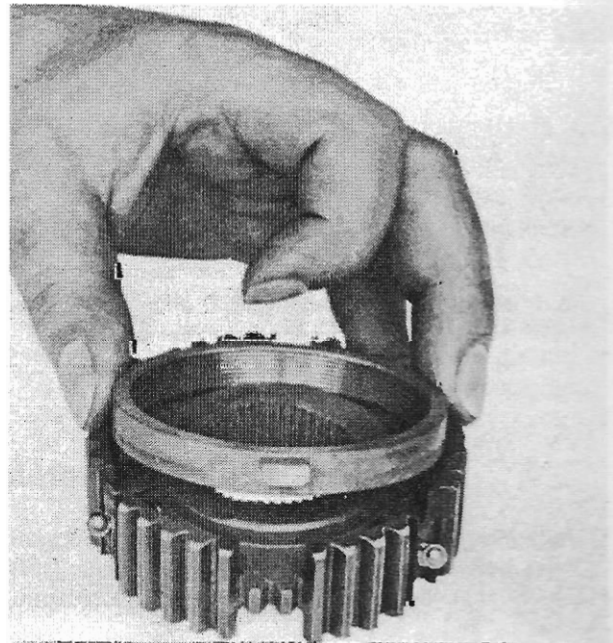

Abb. 25
d) Synchronringe (403 und 422) so in den Synchronkörper legen, daß die 3 Mitnehmer der Ringe außen liegen und die Schieber über den Außenrand der Synchronringe ragen (Abb. 25).